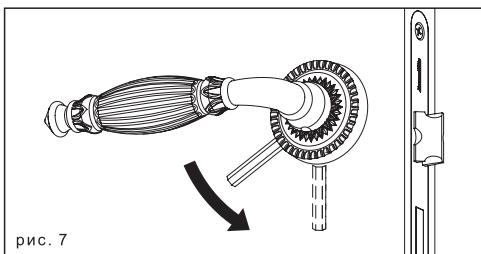

рис. 7
4. Отпустите розетку. Под действием пружины она примет исходное положение — и ручка зафиксируется на основании. При необходимости дотяните розетку до упора с помощью рычажка (рис. 7).